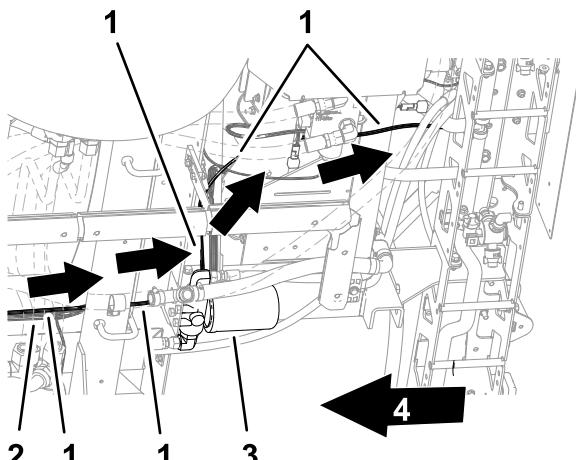
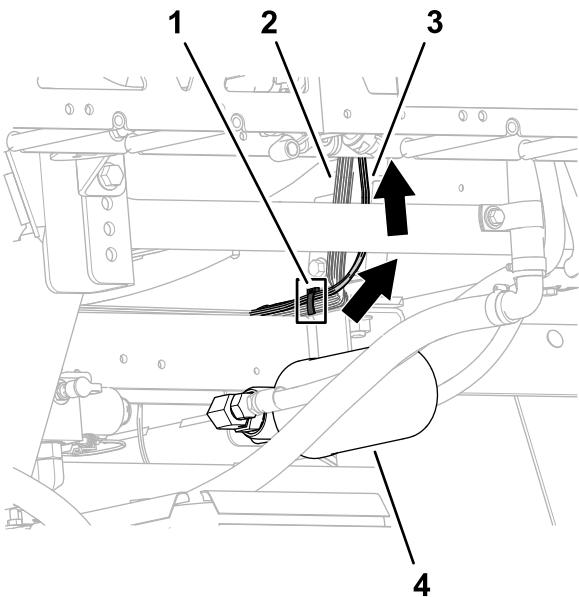

Figura 43
Figura 44
1. Encaminhe as secções da cablagem e secção para cima na secção de pulverização central como se mostra na Figura 43 e na Figura 44.
2. Prenda a cablagem do kit à cablagem traseira da máquina com uma braçadeira de cabos como se mostra na Figura 44.